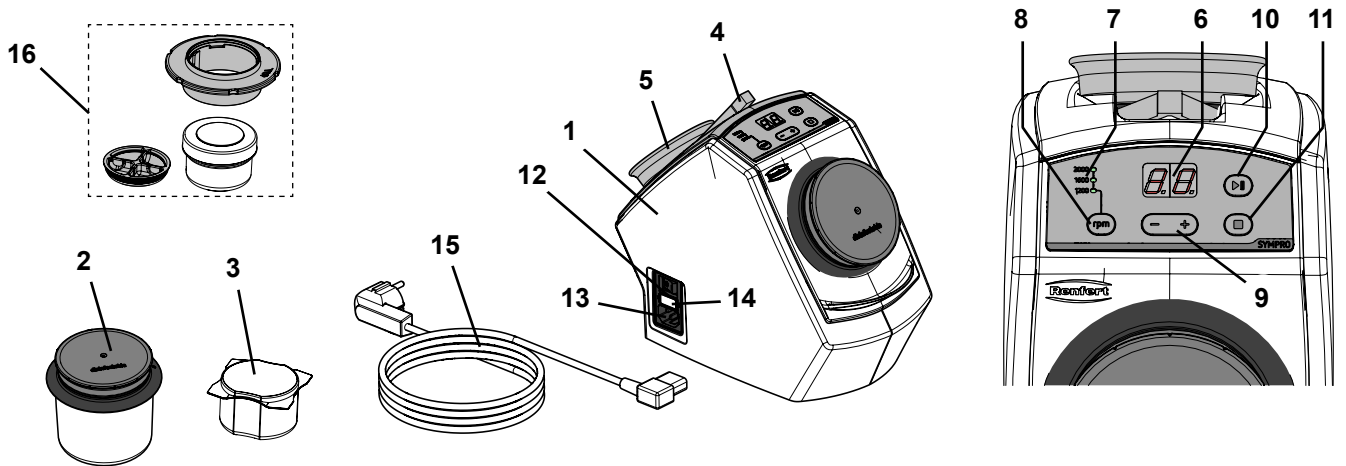

图 1
- ⇒ 镊子和磁铁位于机身后端的凹槽内（图 1）。
- ⇒ 选择适当的插头和电源线（15, 图 1）。
- ⇒ 将电源线与电源（13, 图 1）连接。
- ⇒ 打开设备开关（12, 图 1）。
- ⇒ 将75克清洗针（相当于一包）放入清洁杯（2, 图 1）。
- ⇒ 将 ~ 5克清洗针放进SYMPRO 义齿清洁迷你杯（16, 图 1）。
⇒ 参考（9, 图 1）+ / - 键来调整时间（0 - 30分钟）。